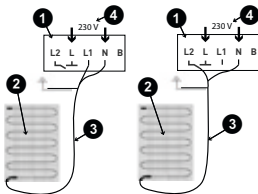

Fig. 4: Portasciugamani
- (1) Eseguire l'allacciamento in base alle istruzioni sul lato posteriore del termostato (vedere fig. 4 & 5). Il connettore di terra per l'alimentazione e il cavo di riscaldamento vengono collegati con un morsetto di collegamento all'interno della scatola.
- (2) Inserire lo zoccolo nella scatola dell'interruttore e fissarlo con 2-4 viti adatte.
- (3) Applicare il pannello touch agli zoccoli (connessione a innesto). Il pannello touch deve essere premuto sullo zoccolo fino a poter udire un "clic"